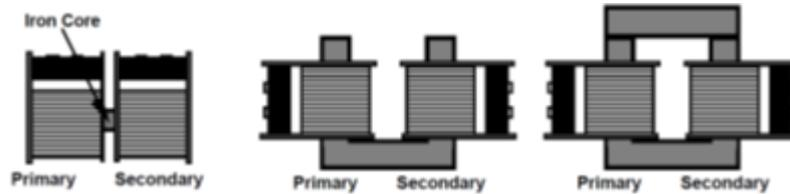

Figura 11.3: Encaixe do núcleo de ferro.
6. Encaixe o primário e o secundário no núcleo em U do transformador como mostra a Figura 11.3. Meça os valores de  $V_p$  e  $V_s$  e anote na Tabela 11.1. **DESLIGUE A FONTE!**
7. Repita o passo 6 colocando a parte superior no núcleo em U do transformador como mostra a Figura 11.3. **DESLIGUE A FONTE!**